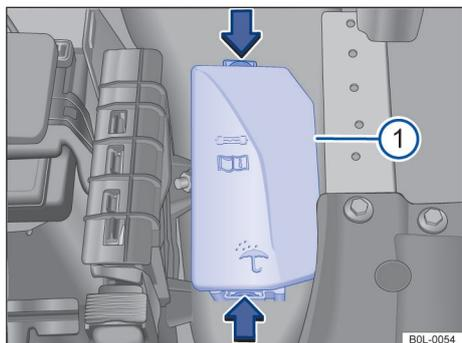

Рисунок 123. В моторном отсеке: Накладка ① блока предохранителей.
- Нажмите кнопку разблокировки в направлении стрелки, чтобы освободить крышку блока предохранителей → Рисунок 123 ⓘ.